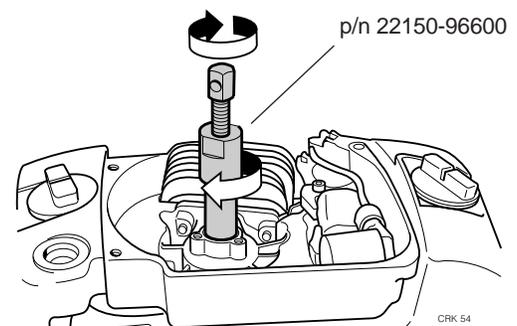

Figura 8.12 Como usar un extractor de sellos
- Para extraer los sellos de un cárter, use un extractor de sellos como el Pza. N° 22150-96600 (figura 8.12)